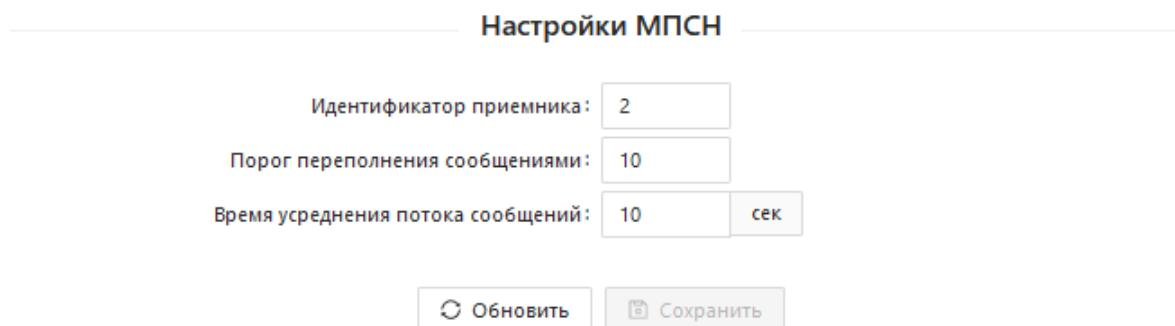

Рисунок 7
3.6.1. Рабочая область «Настройки МПСН» окна СК приведена на рис. 7.